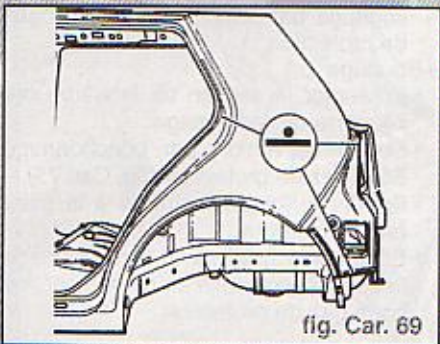

fig. Car. 69
- Souder le panneau latéral à la pointeuse électrique (fig. Car. 69)